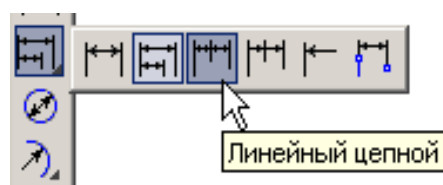
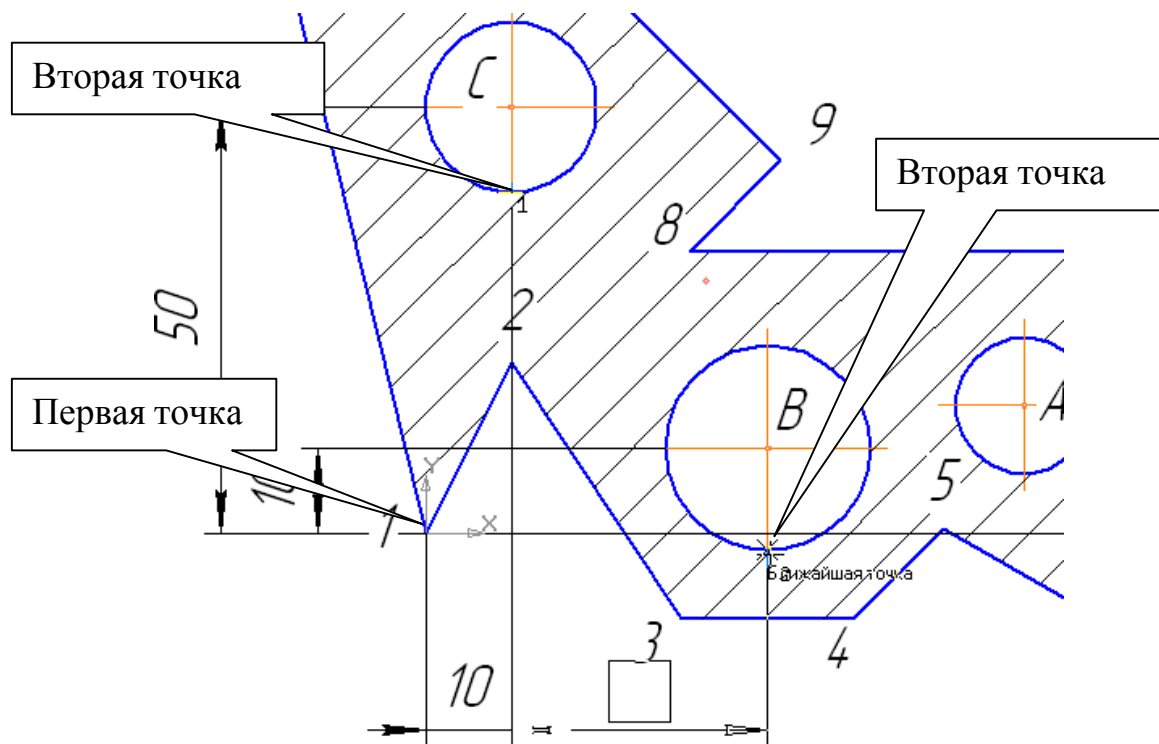

Рис. 5
Рис. 6
• На панели **Размеры** сделайте активной команду **Линейный цепной** рис. 5. Зафиксируйте точку 1 и укажите положение окружности C (вторая точка), проставив горизонтальный размер, рис. 6. Затем определите положение окружности B (вторая точка) и окружности A. Прервите команду.